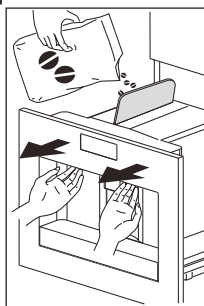

Fig. 14
- ▶ Extraiga el aparato tirando de las manijas (Fig. 14). Abra la tapa, llene el recipiente con granos de café y, después, cierre la tapa e introduzca el aparato.